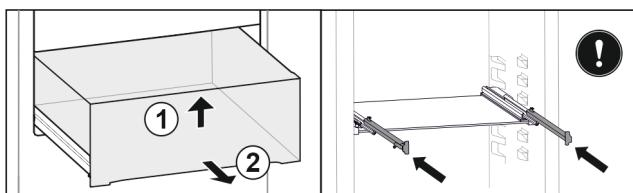

Fig. 27 *
- Zásuvku nadzvedněte vpředu Fig. 27 (1).*
- Odeberte směrem dopředu Fig. 27 (2).*